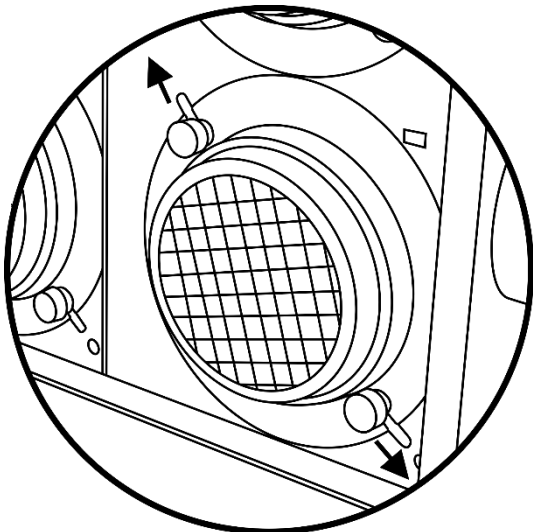

Fig. 03
- 01) Tire de los 2 tornillos de fijación situados en la parte delantera del alojamiento de la bombilla (Fig. 03).